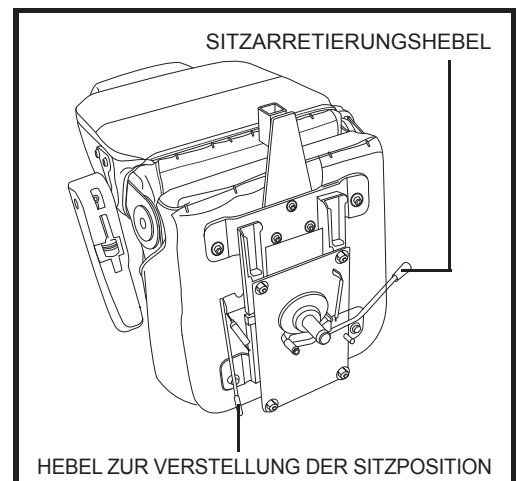

Abbildung 16. Sitzpositionseinstellung
1. Zum Entriegeln den Sitzarretierhebel nach vorne drücken. **Siehe Abbildung 16.**
1. Bewegen Sie den Hebel zur Verstellung der Sitzposition an der linken unteren Seite des Sitzes nach außen. **Siehe Abbildung 16.**